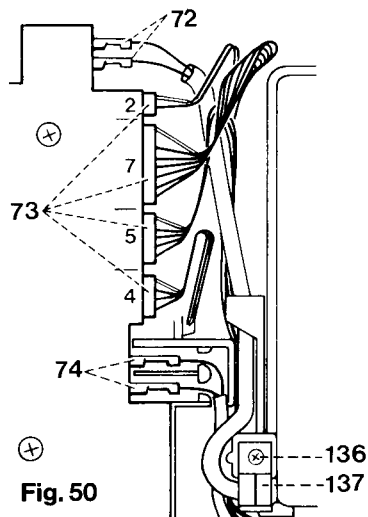

Fig. 50
- Die Kabelstränge in folgender Reihenfolge in den Kabelkanal legen und anklemmen (siehe Abb. 50): Kabelstrang mit der Fünfersteckdose, der Siebenersteckdose, der Zweiersteckdose und der Vierersteckdose.
- Take out the screw 136 of the stress relief clip 137 of the foot control cord (Fig. 50).
- Place the looms in the cable conduit and connect them in the following sequence (Fig. 50):
- Retirer la vis 136 de la pièce de maintien 137 du câble de rhéostat (fig. 50).
- Engager les faisceaux de fils dans l'ordre suivant dans le canal de fils (fig. 50):